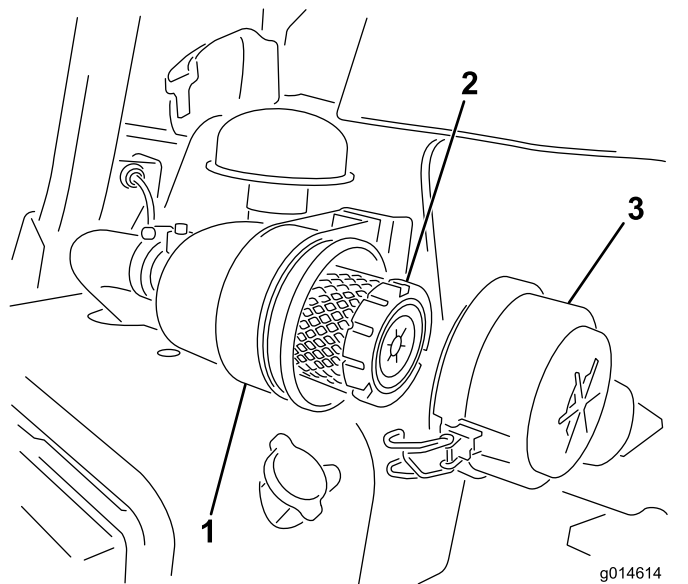

图26
1. 松开将空气滤清器盖固定到空气滤清器壳体上的搭扣（图26）。
7. 固定搭扣（图26）。